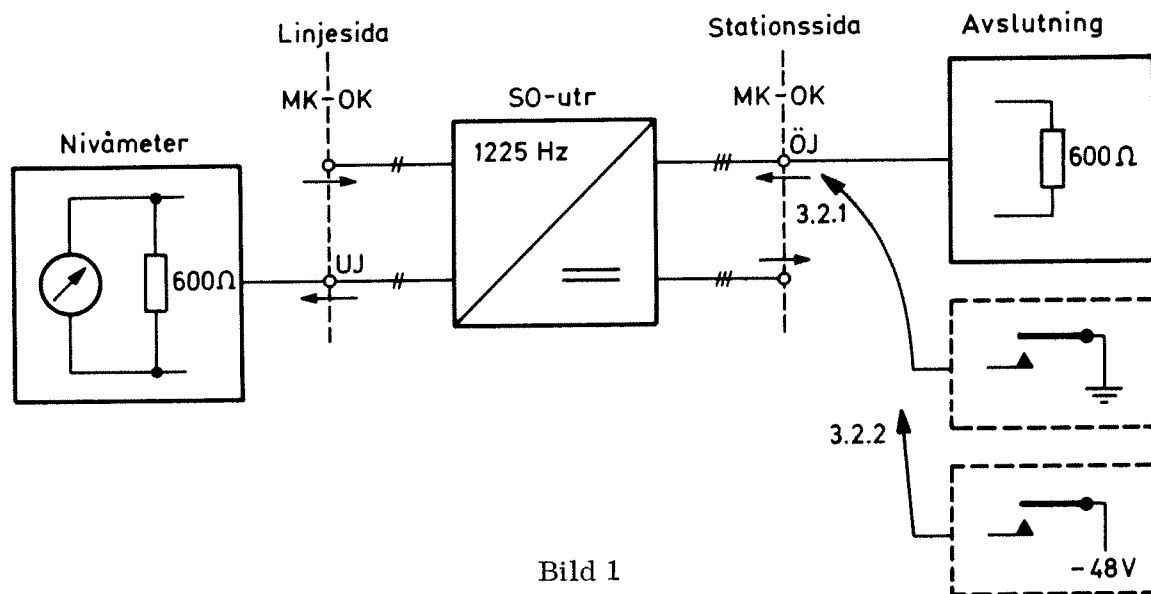

Bild 1
Koppla upp enligt bild 1.
- 3.2.1 Signalera i riktning från stationssidan, bild 1. På anläggningar där man signalerar från betjäningsplatsen, stoms anslut hylsan i ÖJ/MK-OK, stationssidan.